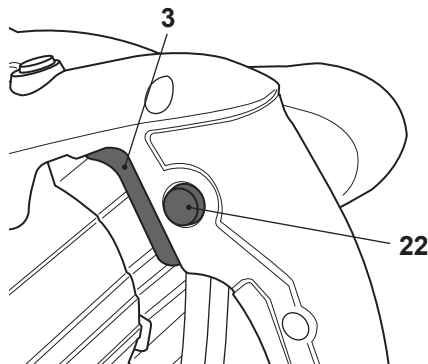

Fig. 9
- > Presione el botón de desbloqueo (22) y manténgalo en esa posición.
- > Presione el interruptor de encendido/apagado (3) para encender el producto (Fig. 9).
- > Suelte el interruptor de encendido/apagado (3) para apagar el producto.